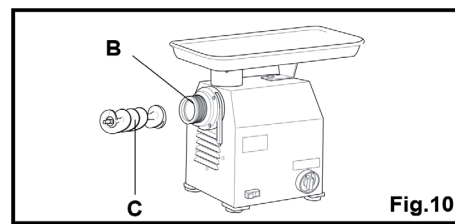

Fig. 10
2) Fahren Sie nun mit der Montage (Abb. 10) der Schnecke (C) fort, indem Sie sie in die Düse (B) einführen: Schieben Sie sie ganz hinein, und drehen Sie sie dann um ihre Achse, damit sie mit dem Einsetzen des geformten Sitzes auf der Antriebswelle eingesetzt werden kann.(1)